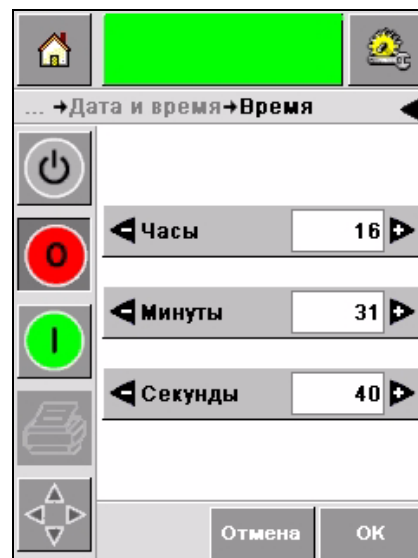

Рисунок 5-25: Время
- 7 Коснитесь пиктограммы Time (Время) и страница времени отобразится (Рисунок 5-25).